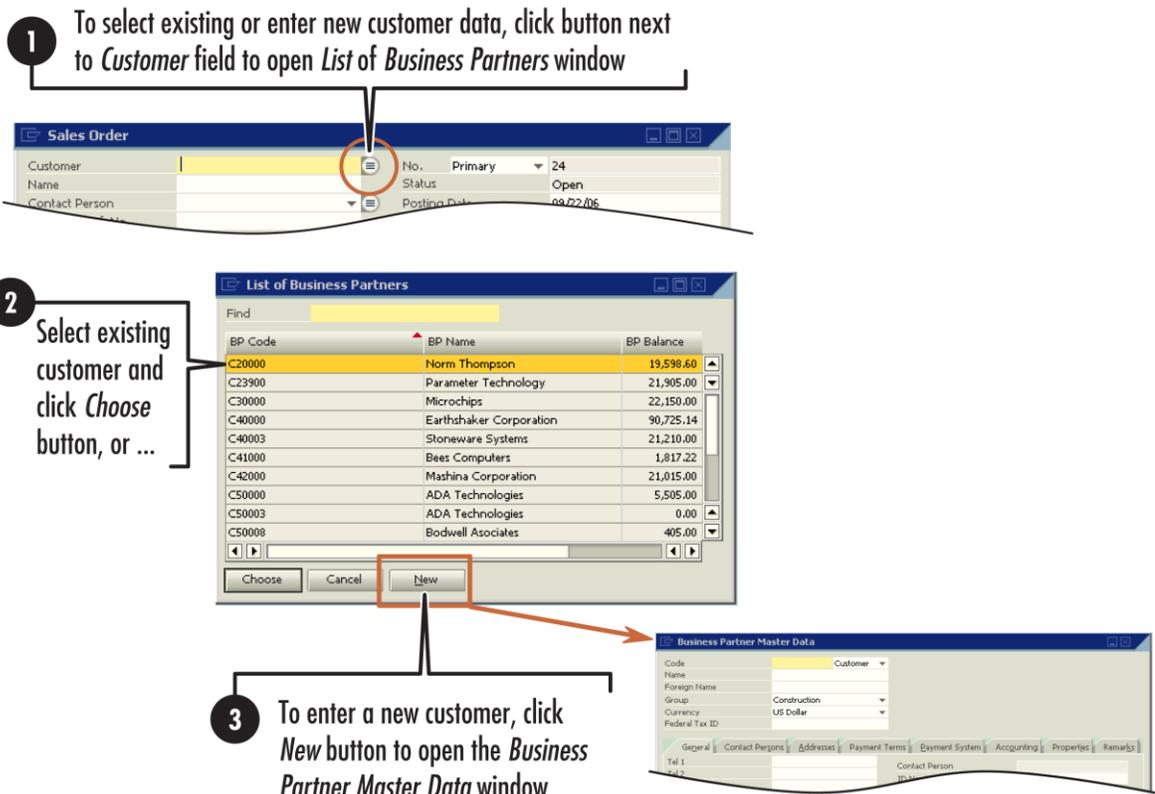

Figure 5-3 : Sélection d'un client dans un Document de Vente
Pour trouver des informations sur les clients existants, cliquez sur le bouton situé à droite du champ *Client* dans l'entête du document ou appuyez sur la touche de tabulation dans le champ *Client*. La fenêtre *Liste : Partenaires* apparaît (voir Figure 5-3).
Pour créer une offre de vente, sélectionnez *Menu Principal* → *Ventes* → *Offre/Devis Client*. Une offre de vente vierge apparaît. Vous spécifiez un client (ou prospect) et les articles souhaités tels que décrits dans les figures 5-3 et 5-4. Une fois que vous êtes satisfait des détails du devis, cliquez sur *Ajouter*. SAP Business One ajoute l'offre de vente. Vous pouvez faire des changements plus tard si nécessaire.
- Champ *Client*: Voir la Figure 5-3